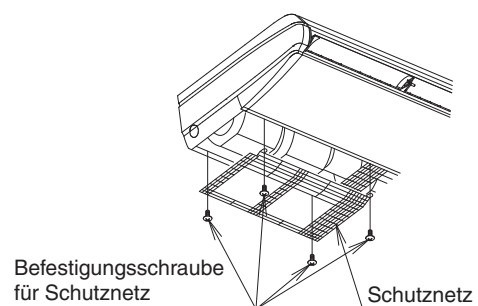
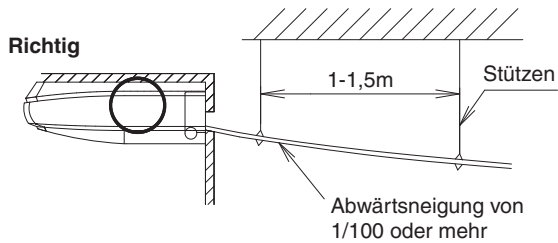

Abb. 22
Abb. 23
- Beim Verlegen der Leitungen von links hinten/links nehmen Sie das Schutznetz ab. Entfernen Sie dann die Kappe des Ablaufstutzens und das Isoliermaterial vom linken Ablaufstutzen und setzen Sie diese am rechten Ablaufstutzen ein. Setzen Sie dabei die Kappe des Ablaufstutzens ganz ein, damit kein Wasser austreten kann. Befestigen Sie nach der Installation des Ablaufschlauchs (1) (Zubehör) das Schutznetz in der umgekehrten Reihenfolge wie beim Entfernen. **(Siehe Abb. 22)**
- Wählen Sie den Rohrleitungsdurchmesser gleich oder größer als den des Ablaufschlauchs (1) (Zubehör) (Rohrleitung aus Polyvinylchlorid, Nenndurchmesser 20 mm, Außendurchmesser 26 mm).
- Installieren Sie die Ablaufleitungen so kurz wie möglich mit einer Abwärtsneigung von 1/100 oder mehr und ohne Stellen, die Lufteinschluss ermöglichen. **(Siehe Abb. 23 und 24)** (Dies kann abnormale Geräusche wie Blubbern hervorrufen)
- Installieren Sie in einem Abstand von 1 bis 1,5 m Stützen, so dass die Rohrleitung nicht umgelenkt werden kann. **(Siehe Abb. 23)**